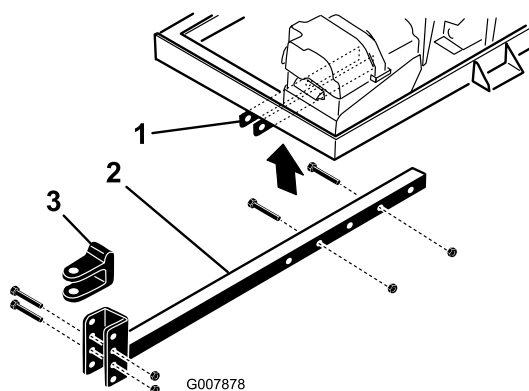

Figura 5
2. Introduza o tubo de engate nos suportes do chassis (Figura 5). Fixe o tudo ao chassis com 2 parafusos (3/8 x 3 pol.) e porcas flangeadas (3/8 polegada).
- Retire os parafusos e as porcas que fixam a forquilha de engate (Figura 5) ao tubo de engate.
- Retire os parafusos e as porcas que fixam o tubo de engate aos suportes do chassis(Figura 5).